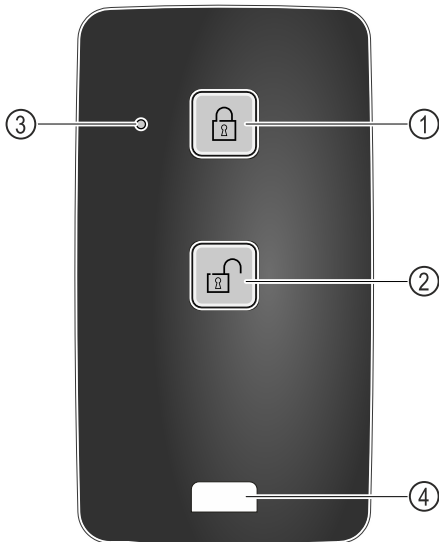

Fig. 222
- (1) Schloss verriegeln
- (2) Schloss entriegeln
- (3) Status LED
- (4) Befestigungsöse
- ▶ Taste Fig. 222 (1) auf der Fernbedienung drücken.
- ▶ Taste Fig. 222 (2) auf der Fernbedienung drücken.
- ▶ Status-LED Fig. 222 (3) gibt bei Tastendruck eine optische Rückmeldung.
- ▶ Öse Fig. 222 (4) zur Befestigung der Fernbedienung, zum Beispiel an einem Schlüsselbund.